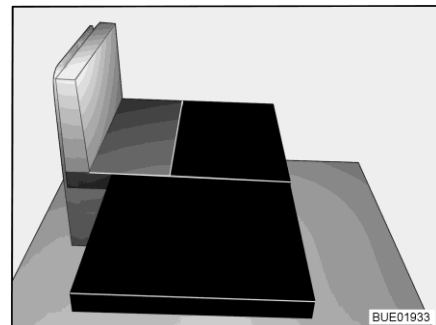

Bild 60 Efter ombyggnaden
- Placera den stora extra dynan på skivan (se Bild 60).